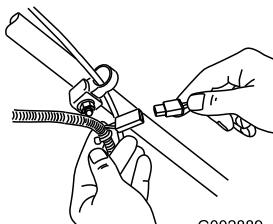

Figura 45
- Collegate il caricabatterie al cablaggio preassemblato del tosaerba, sotto la chiave di accensione (Figura 45).